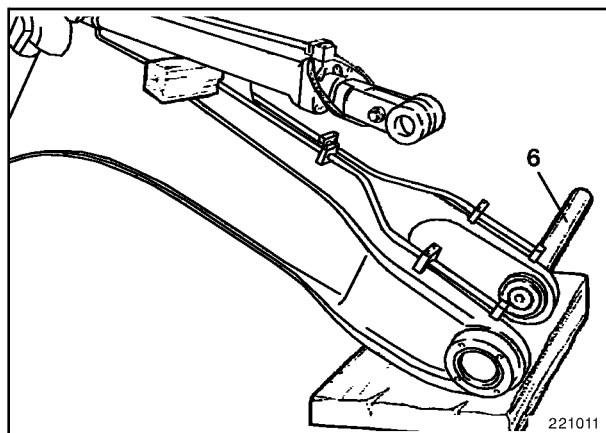

Fig. 3
- Montar de nuevo la tapa de alojamiento (1).
- Descender el extremo libre del pescante a un apoyo preparado, p. ej. un bloque de madera (Fig. 3).
- Sacar el perno (6, Fig. 3) y elevar el pescante.